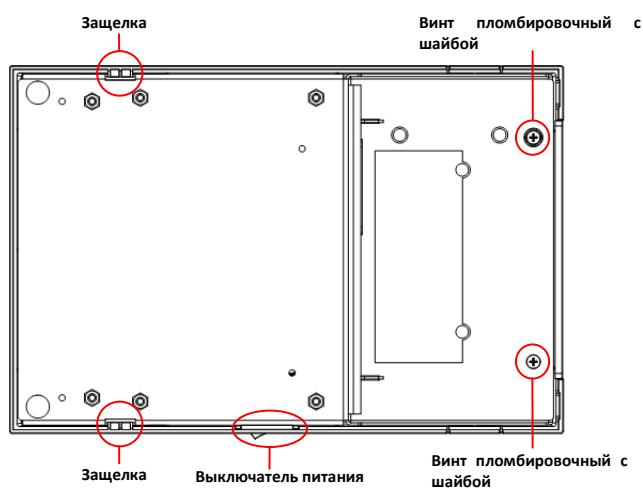

Рисунок 3. – Крепление корпуса к консоли.
Вскрытие корпуса принтера (см. рисунок 3, 4):
1. Выверните винты, крепящие принтер к консоли (см. рисунок 3).
2. Отожмите защёлки корпуса, где они соприкасаются с консолью (см. рисунок 3).
3. Отожмите корпус в месте, где расположен выключатель питания (см. рисунок 3).
Отсоединение крышки отсека рулона чековой ленты ККМ (см. рисунок 3):